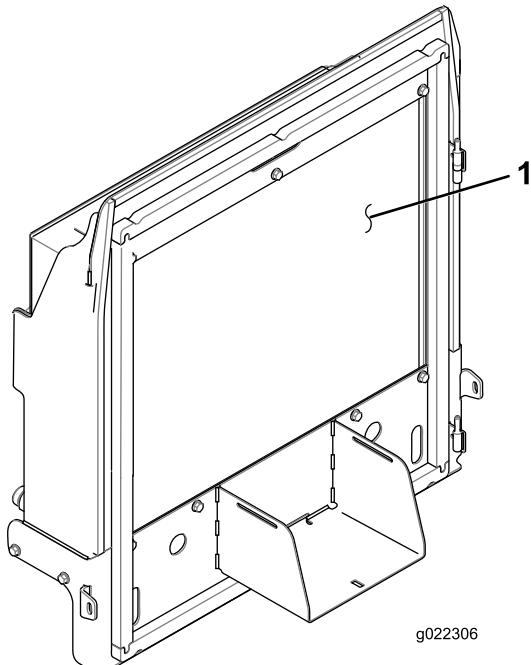

Рисунок 86
4. Тщательно очистите сжатым воздухом обе стороны радиатора/маслоохладителя (Рисунок 86).